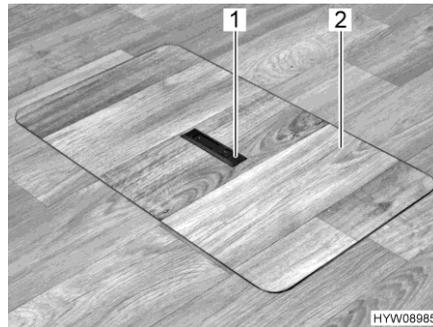
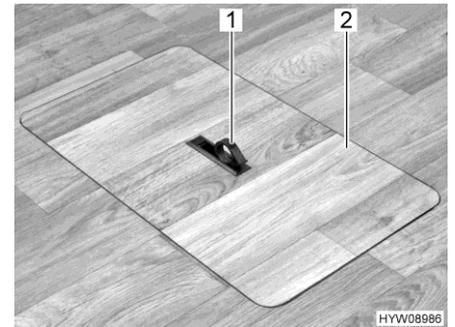

Fig. 59 Couvercle compartiment de rangement sous le plancher (poignée encastrée)
Fig. 60 Couvercle compartiment de rangement sous le plancher (poignée pivotée vers l'extérieur)
- Pousser la plaque de la poignée (Fig. 59,1) vers le bas d'un côté. La poignée (Fig. 60,1) pivote vers le haut.
- Retirer le couvercle (Fig. 60,2) par le haut.
- Mettre le couvercle (Fig. 60,2) en place dans le cadre découpé dans le plancher.